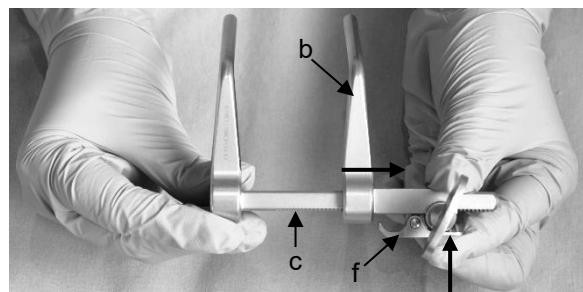

Abb. 7a
4. Um die zweite Distraktionsschraube in den Wirbelkörper drehen zu können, wird der CASPAR Distraktor, rechts (LMJ-5) entsprechend vorbereitet. Hierfür wird der bewegliche Spreizerarm (b) des CASPAR Distraktors auf der Zahnstange (c) soweit nach außen transportiert bis dieser sich abnehmen lässt. Währenddessen die Sperre (f) durch Druck in Richtung der Zahnstange (c) lösen (Abb. 7a).